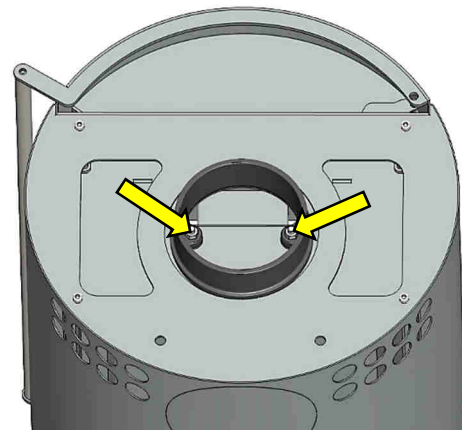

Abb. 13: Wechselstutzen
3. Zur Vereinfachung der Montage den Deckel des Ofens entfernen. Schrauben und Muttern des Wechselstutzens entfernen (Abb. 13) und diesen abnehmen.